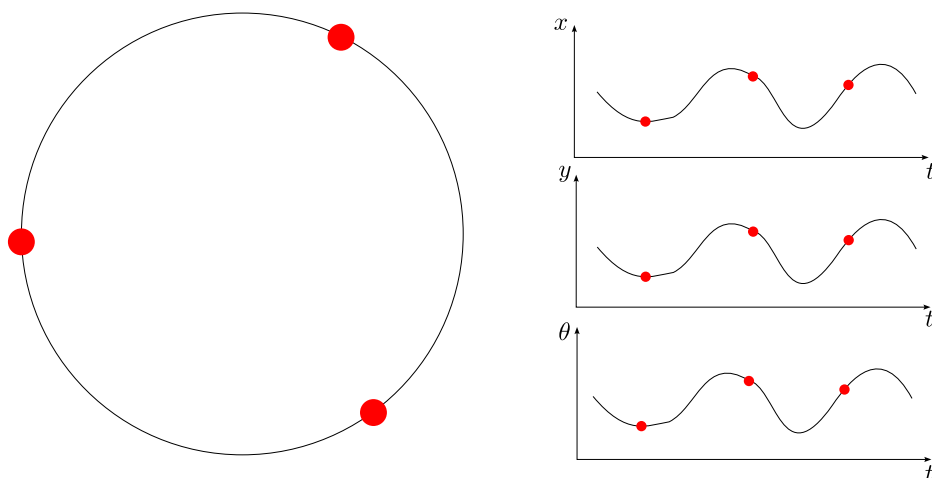

Figura 1: Ejemplo de camino y trayectoria.
**Ejercicio 7.** (Opcional) Marcar tres puntos cualquiera en el gráfico del camino del robot y sus correspondientes puntos en la trayectoria (Ver Figura 1). No elegir los puntos de inicio y final del camino.